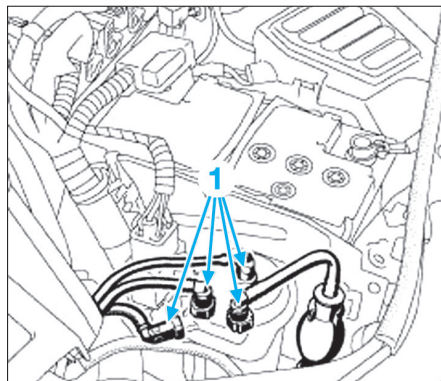

Fig. 58
- Débrancher tous les raccords des tuyaux de carburant (1) sur le filtre à gazole (Fig.58).